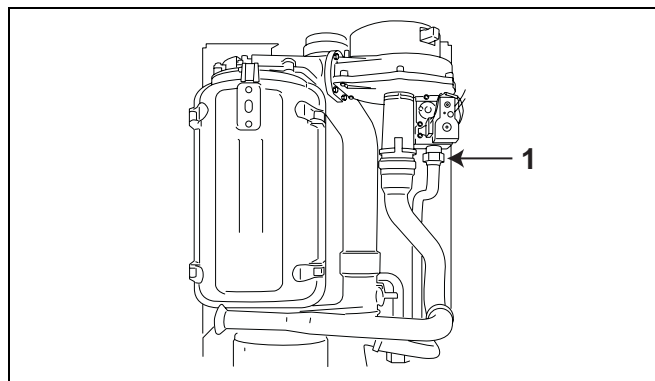

Рис. 43 Демонтаж газового соединения
- Демонтировать газовое соединение между газопроводом и газовым/воздушным блоком (рис. 43, **поз. 1**).